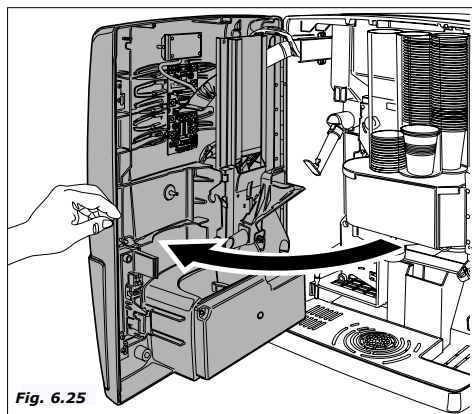

Fig. 6.25
- Abrir la ventanilla anterior (Fig. 6.25) y con un destornillador hacer palanca sobre las lengüetas que enganchan la cubierta de cada tecla (Fig. 6.26).